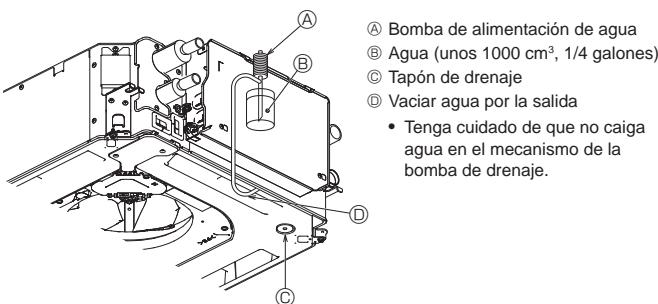

Fig. 7-11
7.4. Comprobación del drenaje (Fig. 7-11)
- * El depósito de drenaje y el ventilador se activan simultáneamente al conectar la tensión monofásica 208/230 V en L1 y L2 del bloque de terminales después de conectar (ON) el conector (SWE) del cuadro del controlador que hay en la caja de derivación eléctrica.